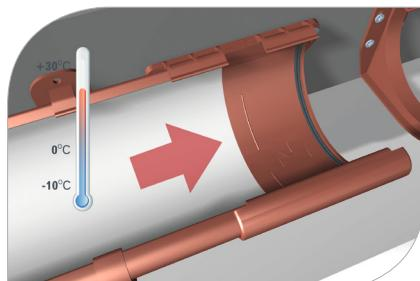

рис. 6
- 1.10 Для обеспечения возможности термического расширения в соединителях и углах следует установить конец желоба согласно вспомогательным линиям (**рис. 6**)